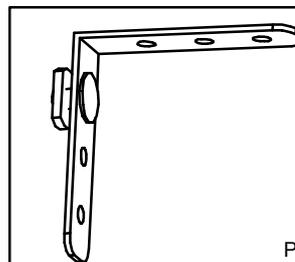

Рис.4
- 3.1. Собрать предварительно уголок, фиксатор и винт М5х10 (из комплекта крепежа "Модуль-стол") как показано на рис. 4, оставив зазор между уголком и фиксатором около 2мм.